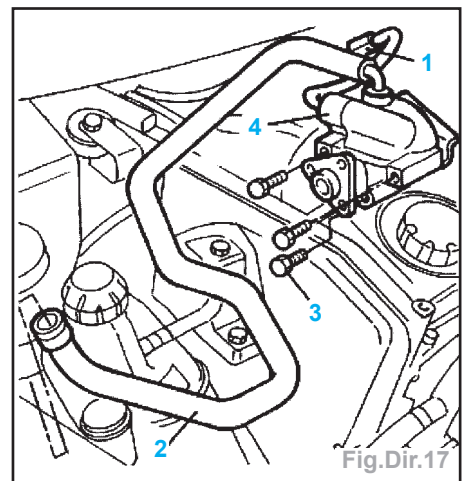

Fig.Dir.17
- Dévisser le raccord (1) du tuyau d'arrivée de la pompe de direction assistée à la crémaillère (Fig.Dir.17).